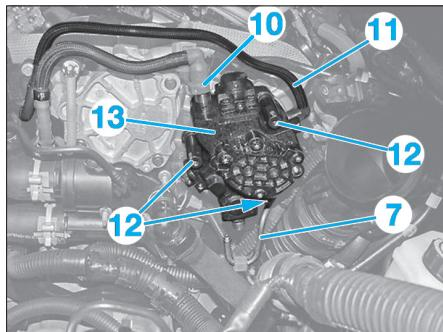

Fig. 32
- Désaccoupler et mettre de côté (Fig.32) :
- la conduite haute pression (7),
- le tuyau d'arrivée de carburant (10) sur la pompe haute pression,
- le tuyau retour de carburant (11) sur la pompe haute pression.
- Déposer les fixations (12).
- Ecartez la pompe haute pression carburant (13).